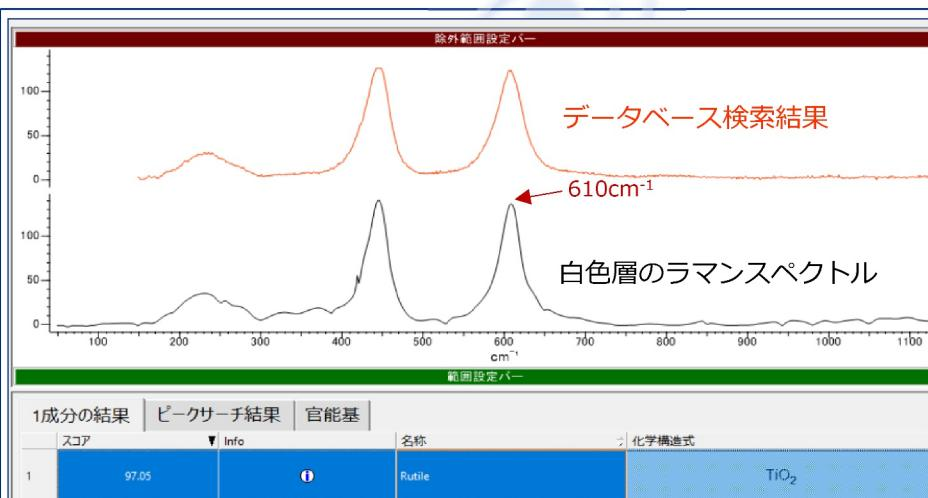
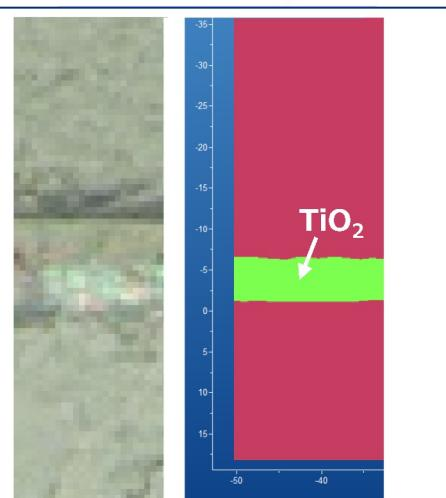

Fig.6 白色層のラマンスペクトルとデータベース検索結果
Fig.7 白色層のラマンイメージング
■ 白色層についてラマンスペクトル測定を行い、Tiの構造解析を試みた結果、白色層の主は酸化チタン(TiO_2)であることがわかりました(Fig.6)。 TiO_2 の特徴ピークである 610cm^{-1} のピークに注目して、ラマンによるイメージング分析を行いました(Fig.7)。黄緑色の部分が酸化チタンに該当する部分になります。